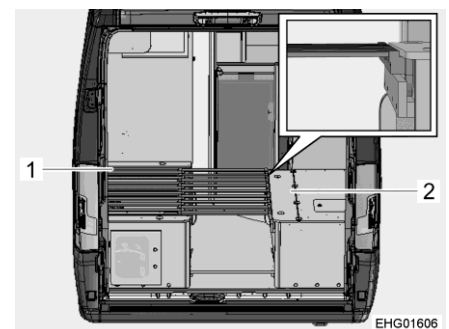

Fig. 65 Durante la transformación
- Levantar el somier (Fig. 65,1) del banco izquierdo ligeramente y extraer el somier extraíble.
- Abrir la tapa del armazón de la cama (Fig. 65,2) del banco derecho.